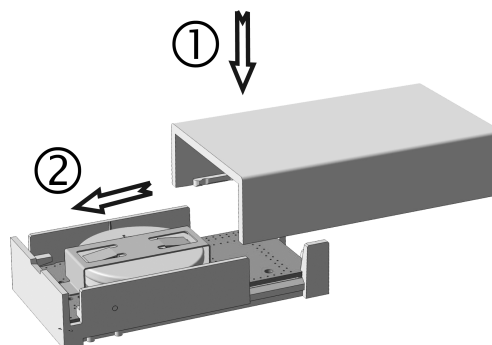

Figure 6: Fermeture du boîtier
- Mettre à nouveau en place le couvercle du boîtier et rassembler le boîtier jusqu'à ce qu'il s'encliquète (Figure 6).